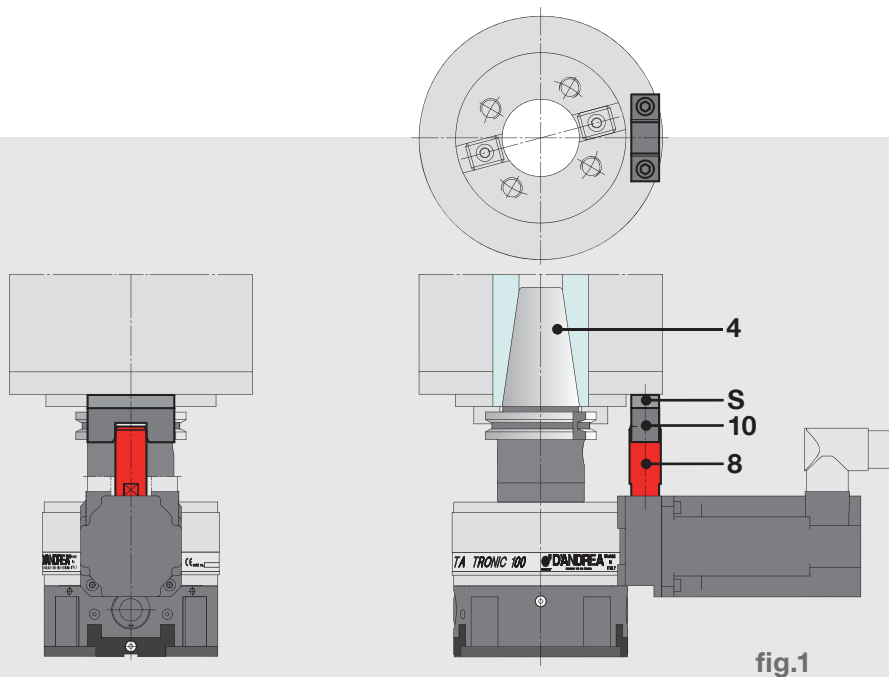

fig.1
GB TA-TRONIC is mounted on the machine using a taper (4). The anti-rotation pin (8) inserted in the dowel (10) locked on the head of the machine tool, preventing the fixed body of TA-TRONIC to rotate. The dowel (10) is applied on a fixed part around the spindle fig. 1, adjusting the height indicated by way of a thickness S. For heavy machining it is advisable to apply a flange to make the TA-TRONIC solidly connected with the head of the machine tool (fig. 2-3). It is always advisable to use a flange with TA-TRONIC 160 and 200. The type of flange to use depends on the model of the machine and may be easily built by the Customer or supplied by D'Andrea.
D Die TA-TRONIC Vorrichtungen werden mittels Konus (4) an die Maschine angeschlossen. Der Rotationsverhindernde Bolzen (8), welcher in den, auf dem Kopf der Werkzeugmaschine befestigten Dübel (10) eingeführt ist, verhindert die Rotation des festen TA-TRONIC Körpers. Der Dübel (10) wird auf einen festen Teil rund um die Spindel, fig.1 und Einstellung der angegebenen Höhe mittels einer Distanzscheibe S, angebracht. Für schwerwiegende Arbeiten empfiehlt man das Anbringen eines Flansches zum konsolidieren des TA-TRONIC Kopfes mit dem Kopf der Werkzeugmaschine (fig. 2-3). Mit den TA-TRONIC Vorrichtungen 160 und 200 ist die Anwendung eines Flansches immer empfehlenswert. Die Art des zu verwendenden Flansches hängt vom Maschinenmodell ab und kann einfach vom Kunden selbst hergestellt, oder von D'Andrea geliefert werden.
E Los TA-TRONIC se montan en la máquina mediante el cono (4). El perno antirotación (8), introducido en el bloque antirotación (10) fijado en el cabezal de la máquina herramienta, impide la rotación del cuerpo fijo de la TA-TRONIC. El bloque ha de colocarse en una parte fija alrededor del husillo fig.1, regulando la altura indicada por medio de un espesor S. Para elaboraciones pesadas se aconseja aplicar una brida para reforzar la unión del TA-TRONIC con el cabezal de la máquina herramienta (fig. 2-3). En los TA-TRONIC 160 y 200 se aconseja siempre el uso de la brida. El tipo de brida depende del modelo de la máquina y puede ser fácilmente construida por el Cliente o suministrada por D'Andrea.
F Les TA-TRONIC sont montées sur la machine à l'aide du cône (4). Le pivot anti-rotation (8) inséré dans le tasseau (10) bloqué sur la tête de la machine outil, empêche la rotation du corps fixe de la TA-TRONIC. Le tasseau (10) doit être monté sur une partie fixe autour de la broche, figure 1, et en réglant la hauteur indiquée à l'aide de l'épaisseur S. Pour des usinages lourds, nous conseillons de monter une bride pour relier la TA-TRONIC à la tête de la machine outil (figure 2-3). Avec les TA-TRONIC 160 et 200, nous conseillons de toujours utiliser la bride. Le type de bride à utiliser dépend du modèle de la machine et peut être facilement fabriqué par le client ou fourni par D'Andrea.
I Le TA-TRONIC vengono montate sulla macchina mediante il cono (4). Il perno antirotazione (8), inserito nel tassello (10) bloccato sulla testa della macchina utensile, impedisce la rotazione del corpo fisso della TA-TRONIC. Il tassello (10) va applicato su una parte fissa attorno al mandrino fig.1, regolando l'altezza per mezzo di uno spessore S. Per lavorazioni gravose è consigliabile applicare una flangia per rendere solidale la TA-TRONIC con la testa della macchina utensile (fig. 2-3). Con le TA-TRONIC 160 e 200 è sempre consigliato l'uso della flangia. Il tipo di flangia da adottare dipende dal modello della macchina e può essere facilmente costruita dal Cliente o fornita da D'Andrea.